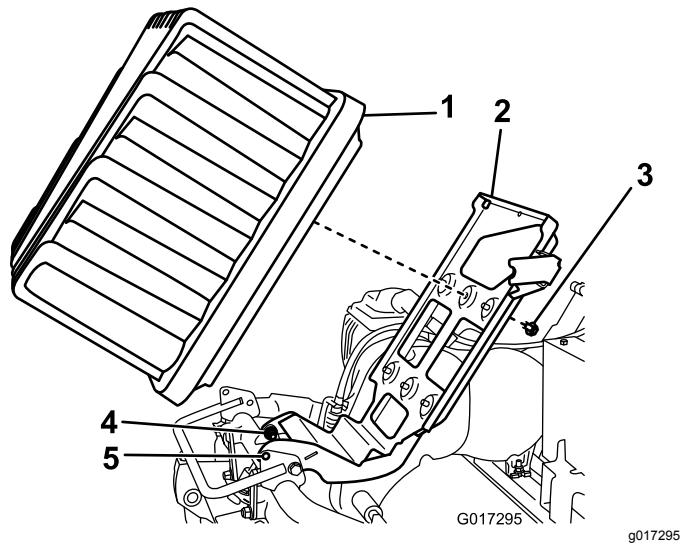

Figura 12
5. Desaperte os 2 parafusos/porcas centrais meia volta cada um (Figura 12).
6. Levante a plataforma da bateria até os orifícios de bloqueio na base e a estrutura ficarem alinhados (Figura 12).